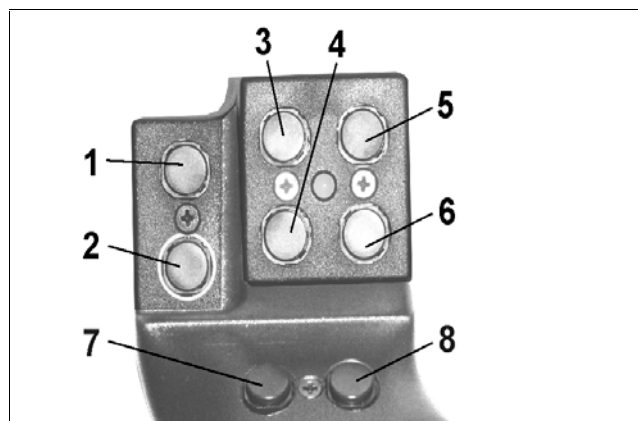
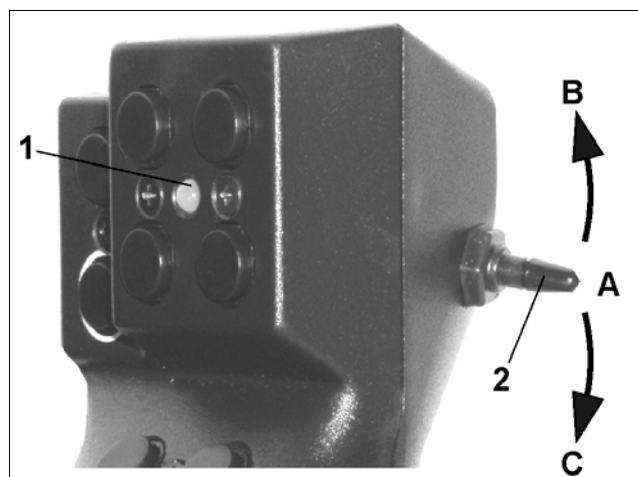

Fig. 46
Fig. 47
Pour commander l'**AMATRON**⁺ la poignée multifonctions (Fig. 46) dispose de 8 touches (1 - 8). En outre, le commutateur (Fig. 47/2) permet de changer 3 fois la fonction des touches.
-  la position centrale (Fig. 47/A) et peut être déplacé vers
-  le haut (Fig. 47/B) ou
-  le bas (Fig. 47/C).
La position du commutateur est affichée par une diode lumineuse (Fig. 47/1).